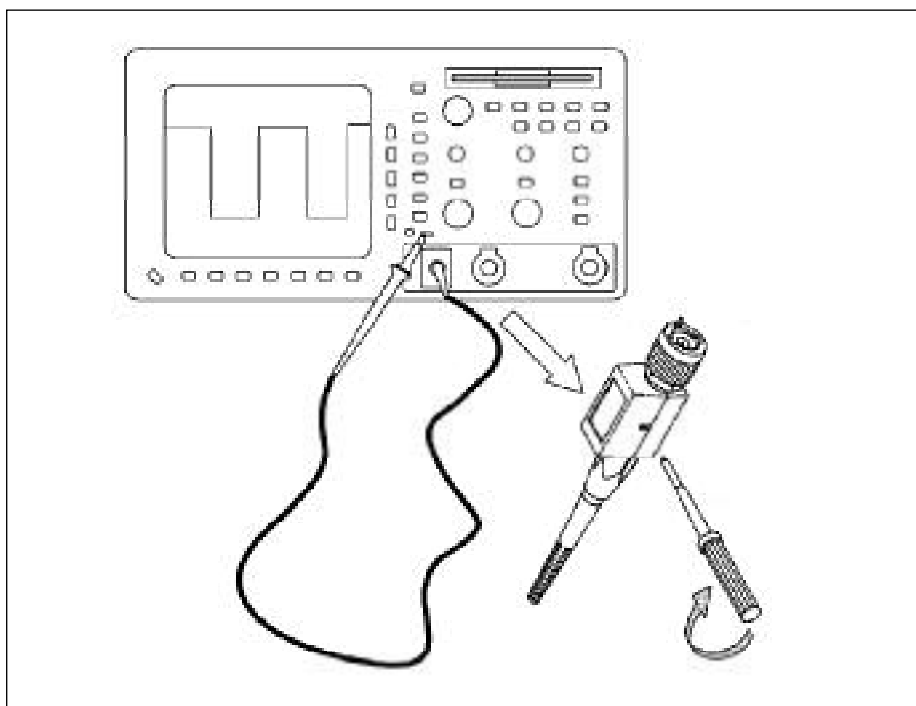

图 1-10. 探头补偿的调节，或者在探头尖端或者在接入示波器输入的补偿盒。
2. 把探头尖接入示波器前面板上的探头补偿测试点(见图 1-10)。